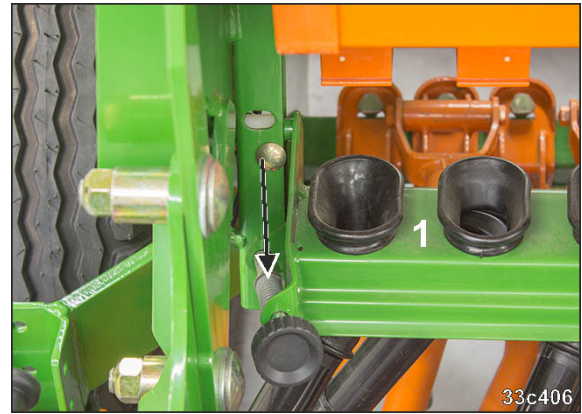

Fig. 132
2. Sænk tragtskinnen (Fig. 132/1).